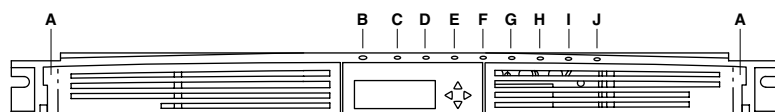

Figure 1
1. Saisissez l'attache située à l'extrémité droite de la porte de la face avant (figure 1).